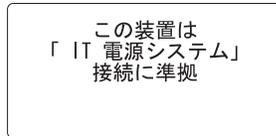

図 10. 無停電電源装置の IT 互換性ラベル
5. IT 互換性ラベル。 xviii ページの図 10 を参照。